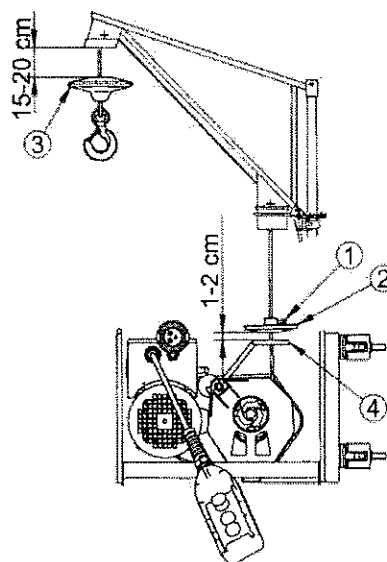

Fig. 5.1
5.1. BLOQUEO DE AJUSTE DEL FINAL DE CARRERA (Fig. 5.1)
5. MONTAJE DEL CABLE EN EL BRAZO (Fig. 5.1)